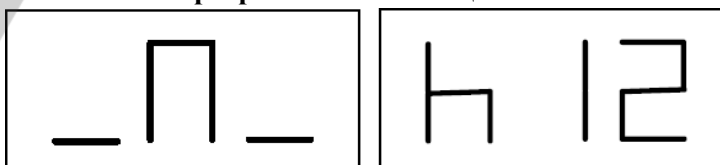

Рис. 5.3 Сообщение «Клапан (ниппель) в положении «12 часов»
7. В конце цикла, будет отображаться сообщение, как на рис. 5.3. Возможны два варианта: